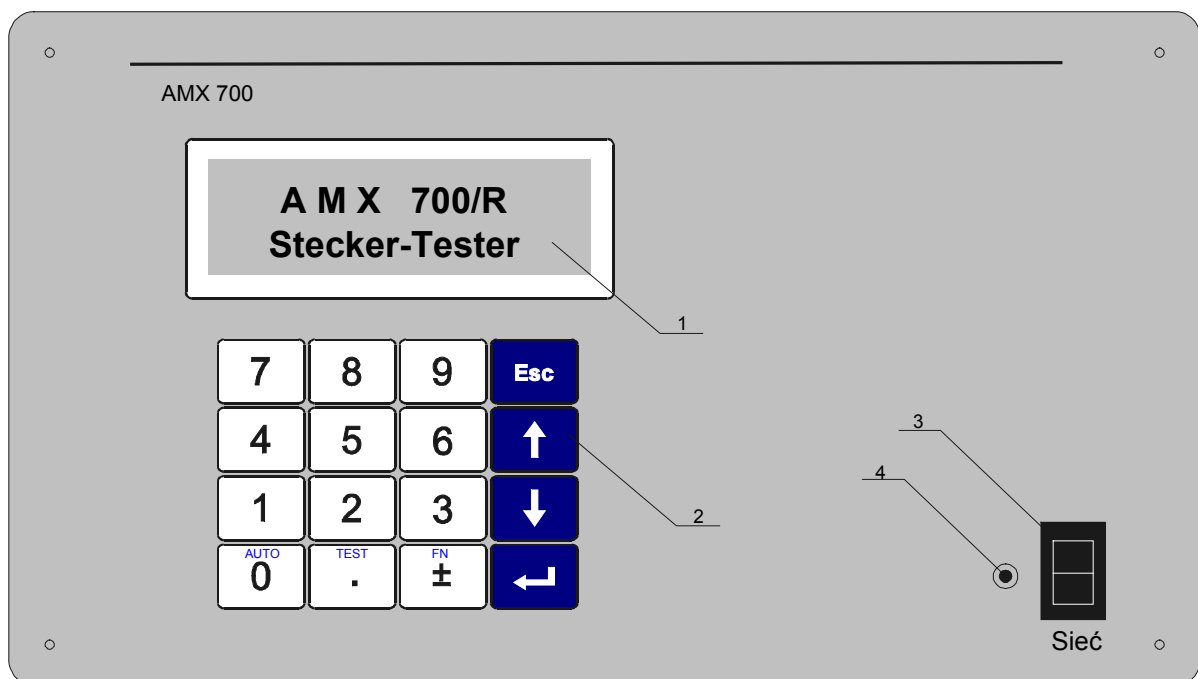

Abbildung 3. Frontansicht des Testers AMX 700/R
Die Geräte AMX 700 und AMX 700/R sind in einem Kunststoffgehäuse eingebaut. Auf der Abbildung 3 wurde die Frontplatte des AMX 700/R dargestellt (visuell unterscheiden sich AMX 700 von AMX 700/R nur durch die Namenbeschriftung).
2. Die Stromspeisung mittels des Schalters 3 (Abb. 3) einschalten;